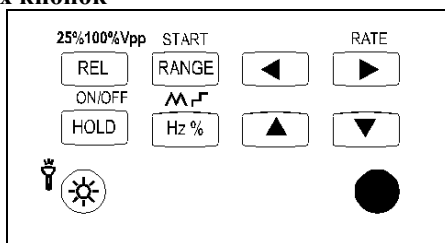

Рис. 4. Функциональные кнопки на лицевой панели
- Рис. 4 и Таблица 4 - функции кнопок.